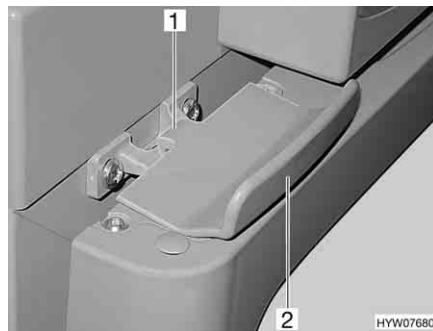

Fig. 235 Bloqueo de la puerta del frigorífico, cerrado (Thetford)
- Abrir la puerta del frigorífico con el tirador (Fig. 235,2). El bloqueo (Fig. 235,1) se abre automáticamente.